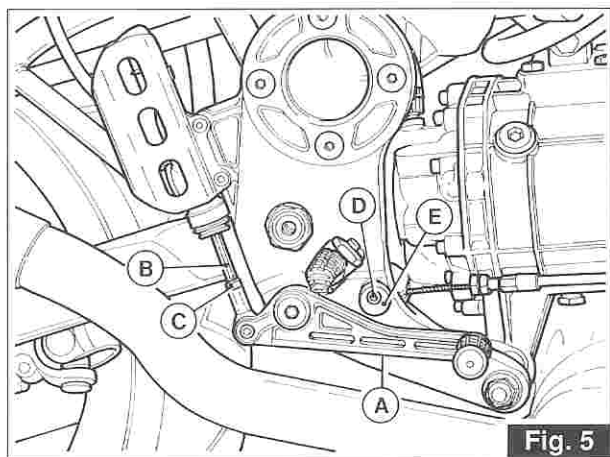

Fig. 5
3.9 PEDALE COMANDO FRENO POSTERIORE («A» di fig. 5)
3.9 BRAKE PEDAL FOR REAR BRAKE («A» in fig. 5)